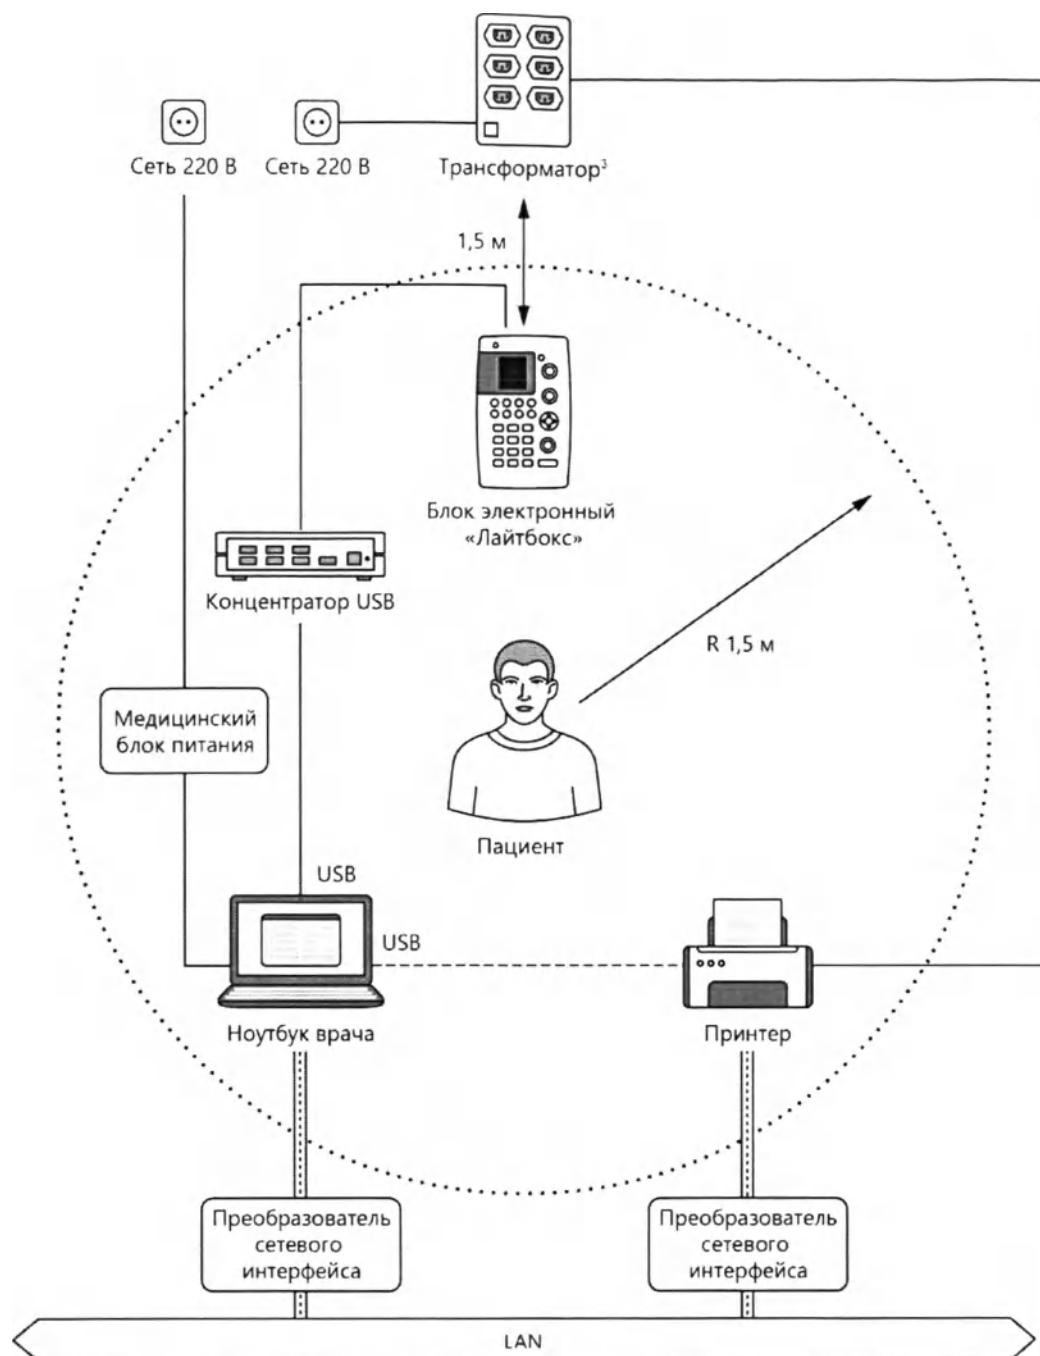

Рис. 11. Схема подключения изделий между собой при использовании ноутбука стационарно
3. При использовании ноутбука вместо системного блока и монитора см. схему подключения на рис. 11 и 12. Для подключения блока питания ноутбука к разъёму трансформатора воспользуйтесь кабелем питания IEC C14 – Schuko type F socket (входит в комплект поставки трансформатора). Если ноутбук имеет медицинский блок питания, соответствующий требованиям безопасности, предъявляемым к медицинским приборам и аппаратам (EN 60601-1:2006/A1:2013), то применение трансформатора не требуется.
На рис. 11 и 12 показана только часть оборудования. Остальное оборудование подключается согласно рис. 9 и 10 с учетом замены системного блока и монитора врача ноутбуком.